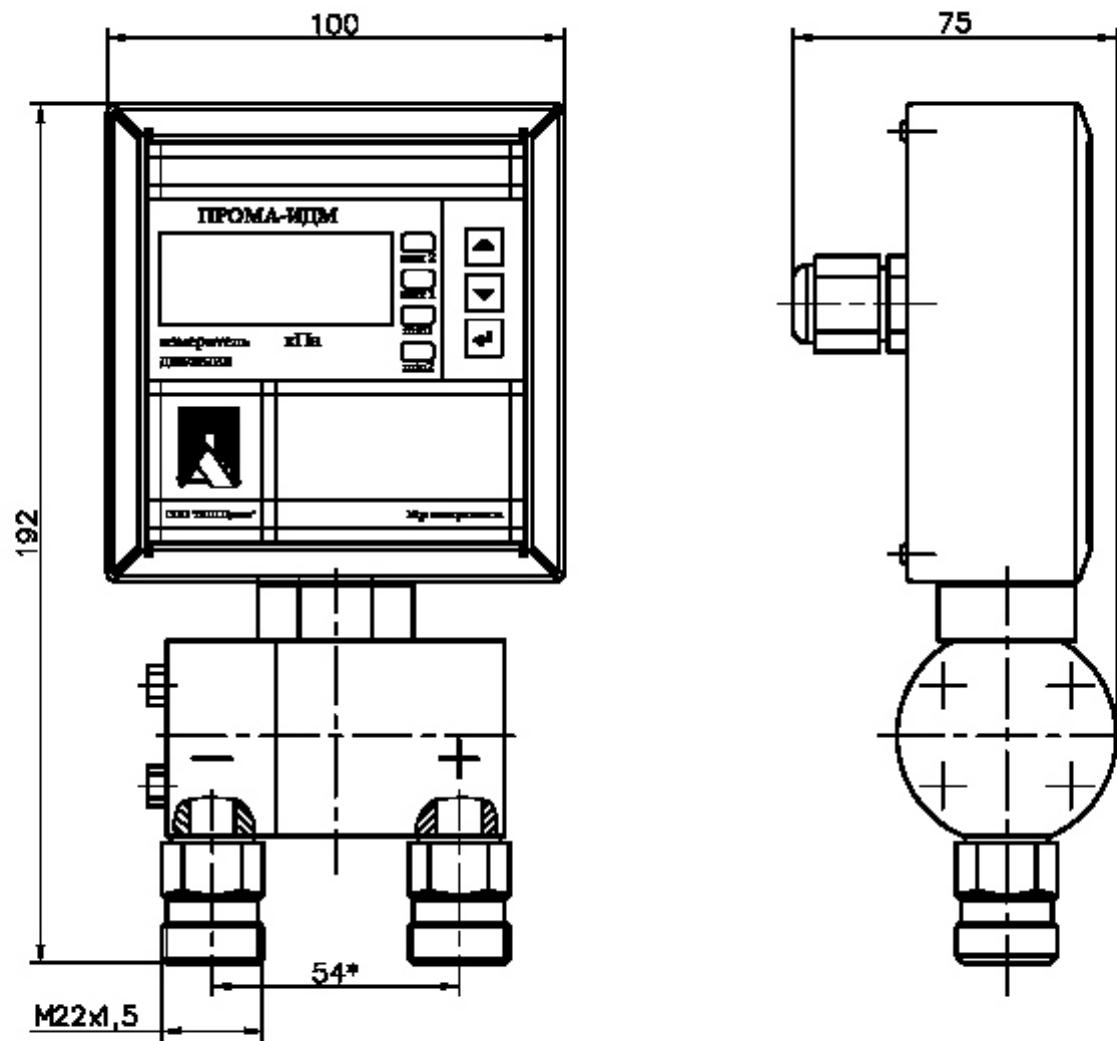

Рис. 3.5.Измеритель Прома-ИДМ-ДД-Р (газ). Исполнение для штуцерно-резьбового монтажа.-моноблок. Габаритный чертеж.
- Рис. 3.5. Измеритель Прома-ИДМ-ДД-Р (газ). Исполнение для штуцерно-резьбового монтажа. Габаритный чертеж.